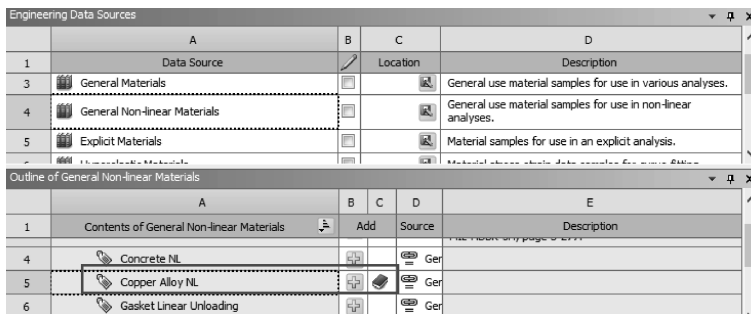

图 2-48 创建材料
(1) 编辑工程数据单元：右键单击【Engineering Data】→【Edit】。
(2) 在工程数据属性中增加材料：在 Workbench 的工具栏中单击 工程材料源库，此时的主界面显示【Engineering Data Sources】和【Outline of Favorites】。选择 A4 栏【General Non-linear Materials】，从【Outline of General Non-linear Materials】里查找铜合金【Copper Alloy NL】材料，然后单击【Outline of General Material】表中的添加按钮 ，此时在 C5 栏中显示标示 ，表明材料添加成功，如图 2-48 所示。